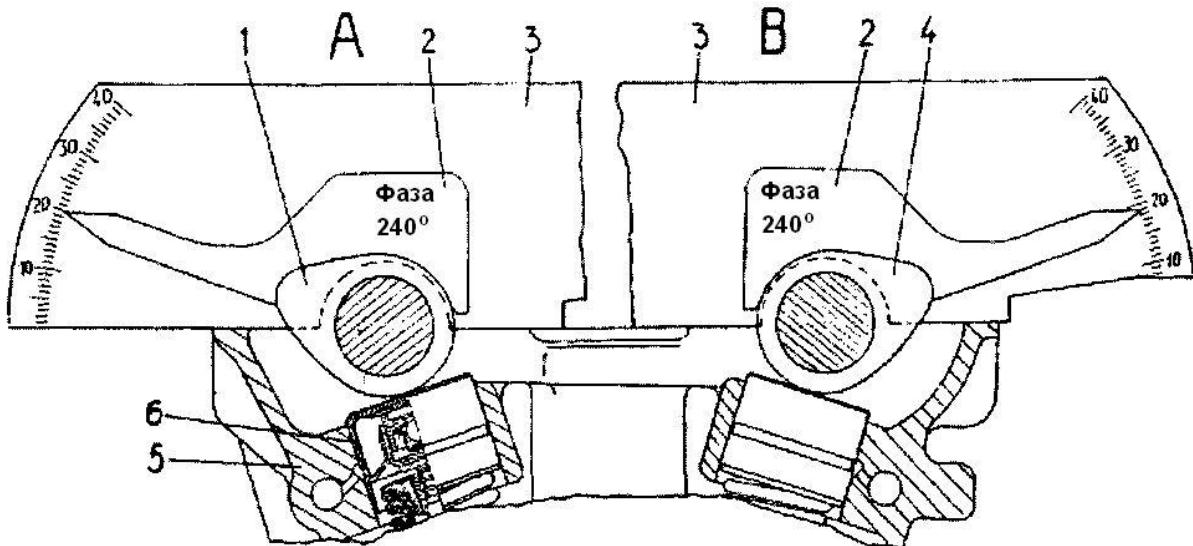

Рисунок 61. Проверка углового положения распределительных валов:
2. Установить транспортир 3 (рис.61) за первым кулачком распределительного вала впускных клапанов - вид «А». Прижимая транспортир 3 к верхней плоскости головки цилиндров 5, приложить и плотно прижать шаблон 2 к поверхности первого кулачка. При этом стрелка шаблона должна показывать на транспортире угол: